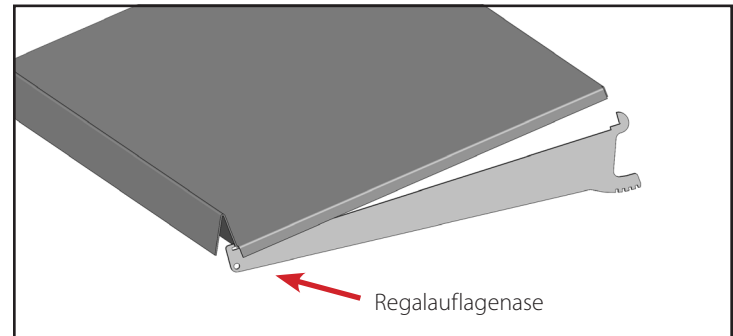

Abb. 4. Regalbretter einbauen.
- b. Bewegen Sie die Rückseite des Regalbretts nach oben und hinten, bis die Vorderseite des Regalbretts nicht mehr auf der Regalauflagenase an der Regalhalterung liegt. Siehe Abb. 4.